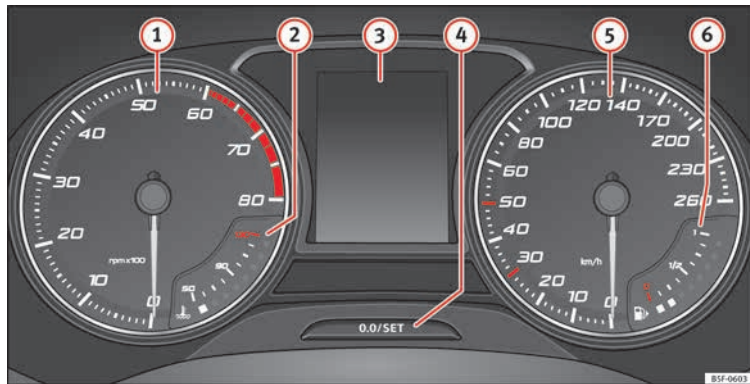

Abb. 121 Display des Kombi-Instruments in der Instrumententafel.
Der Drehzahlmesser zeigt die Motordrehzahl pro Minute an » Abb. 121 ①.
Die Nadel des Drehzahlmessers ① » Abb. 121 darf den roten Bereich nur für einen kurzen Moment erreichen, andernfalls besteht die Gefahr eines Motorschadens.
Beim Einschalten der Zündung können im Display des Kombiinstrumentes » Abb. 121 ③ je nach Fahrzeugausstattung verschiedene Informationen angezeigt werden:
- Drücken Sie kurz die Taste **» Abb. 121 ④**, um den Tageskilometerzähler auf 0 zurück zu setzen.
- Wenn Sie die Taste **④** drei Sekunden lang gedrückt halten, wird der vorherige Wert angezeigt.
- Zum Einstellen der Uhrzeit die Taste **» Abb. 121 ④** länger als 3 Sekunden gedrückt halten, um die Anzeige für Stunden oder Minuten auszuwählen.
- Zur weiteren Einstellung den oberen bzw. unteren Bereich der Taste **④** drücken. Zum Schnelldurchlauf gedrückt halten.
- Erneut die Taste **④** drücken, um die Einstellung der Uhrzeit abzuschließen.
Die Taste **» Abb. 121 ④** länger als 15 Sekunden gedrückt halten, um die Motorkennbuchstaben (MKB) des Fahrzeugs anzuzeigen. Dazu muss die Zündung ein- und der Motor ausgeschaltet sein.
Die Kühlmitteltemperaturanzeige **(2)** » **Abb. 121** arbeitet nur bei eingeschalteter Zündung. Um Motorschäden zu vermeiden, beachten Sie bitte die folgenden Hinweise zu den Temperaturbereichen.